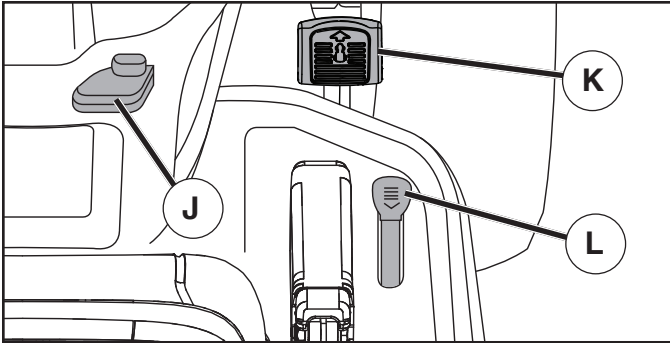

Fig. 9
## MOVERSE HACIA ADELANTE Y HACIA ATRÁS (Vea Fig. 9)
## UTILIZAR EL MANDO CRUCERO (J) (Vea Fig. 9)